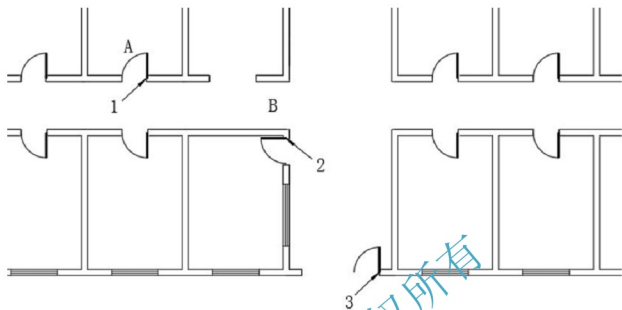

图 2.96 复制门扇
- (1) 用【复制】命令将 1000mm 宽的 A 门复制到图 2.96 所示出入口大门洞口处。
- (2) 由于出入口处每扇门的宽度为 750mm,所以需要把刚才复制生成的门扇缩小成 750mm 宽。
- ① 单击【修改】工具栏上的【缩放】图标  (快捷键 SC),启动【缩放】命令。
- ② 在**选择对象**:提示下,选择出入口处的门,此时该门变虚,按 Enter 键进入下一步命令。
- ③ 在**指定基点**:提示下,选择图 2.96 中的 3 点作为缩放基点。
- ④ 在**指定比例因子或 [复制(C)/参照(R)]**:提示下,输入“0.75”(比例=新尺寸/旧尺寸=750mm/1000mm=0.75)后按 Enter 键。
- ⑤ 按 Enter 键结束命令,该门大小由 1000mm 变为 750mm。